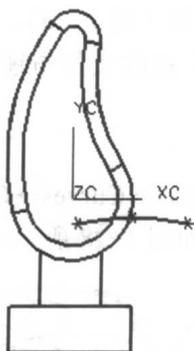

图 1-19 生成圆弧
(1) 利用 Basic Curves→Arc 中的三点生成法生成如图 1-19 所示圆弧。其中起点坐标为 (2, -8, 0)，终点坐标为 (38, -8, 0)，弧上一点根据个人的喜好选择满意点即可。